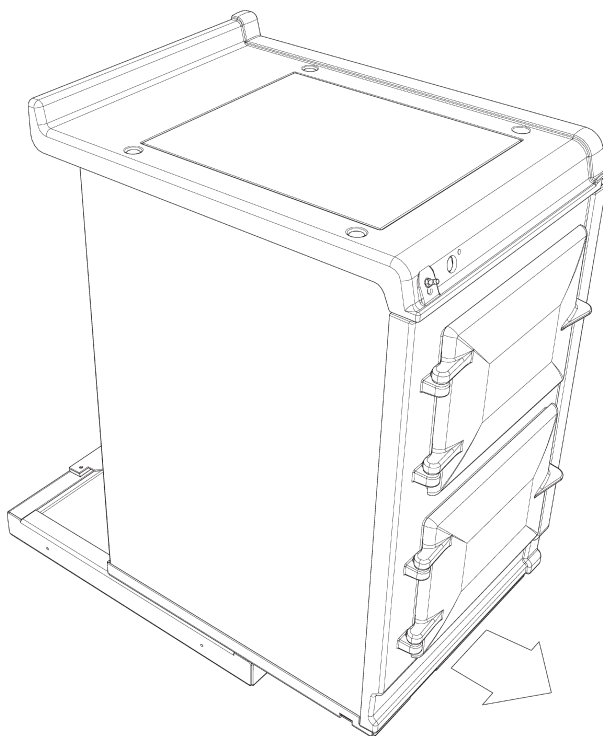

Fig. 5,2
2. Positionera sockeln bredvid AGA eR7i utan något mellanrum mellan de båda (**Fig. 5,3**).